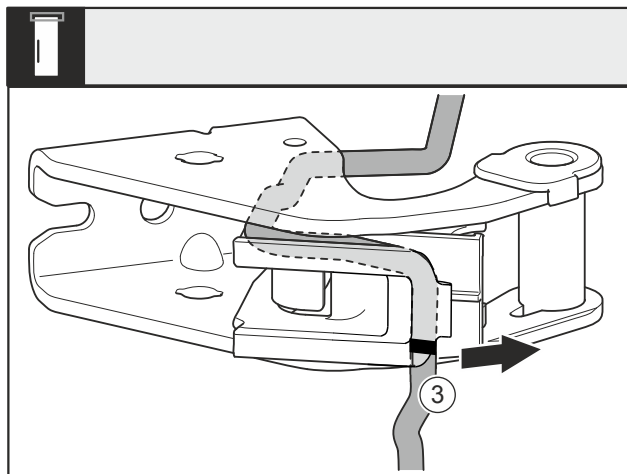

Fig. 16
- ▶ Demontirajte kabel s držačem kabela Fig. 16 (3) s ležajnog postolja.